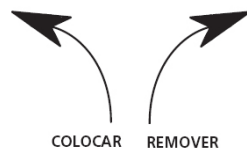

Fig. 32
- Para remover, girar a filtro da direita no sentido horário e o da esquerda no sentido anti-horário [Fig. 32].
- Para colocar, encaixar o filtro novo no motor, após girar o filtro da direita no sentido anti-horário e o da esquerda no sentido horário [Fig.32].